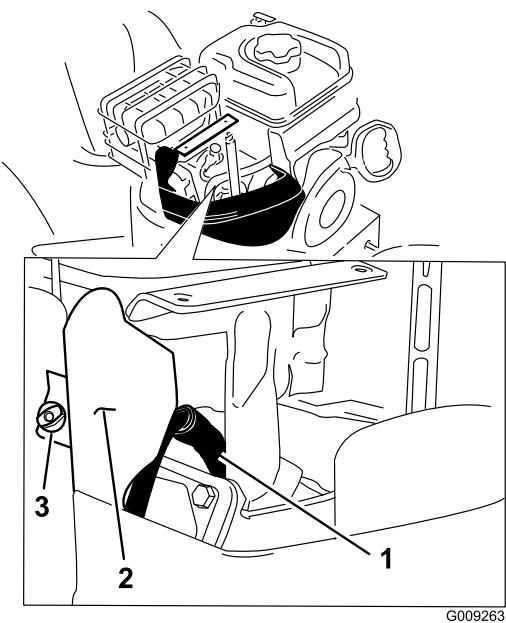

Figure 44
- Enlevez la vis à oreilles du support et le support (Figure 44).
- Nettoyez la surface autour de la base de la bougie (Figure 44).